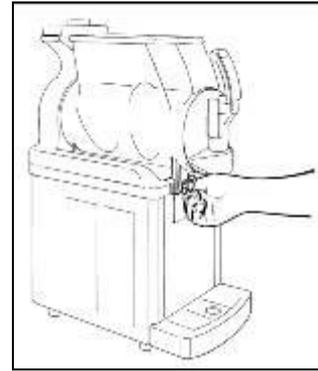

Abb. 5
- Die Befestigungsknöpfe ausschrauben und entfernen (Abb.5).